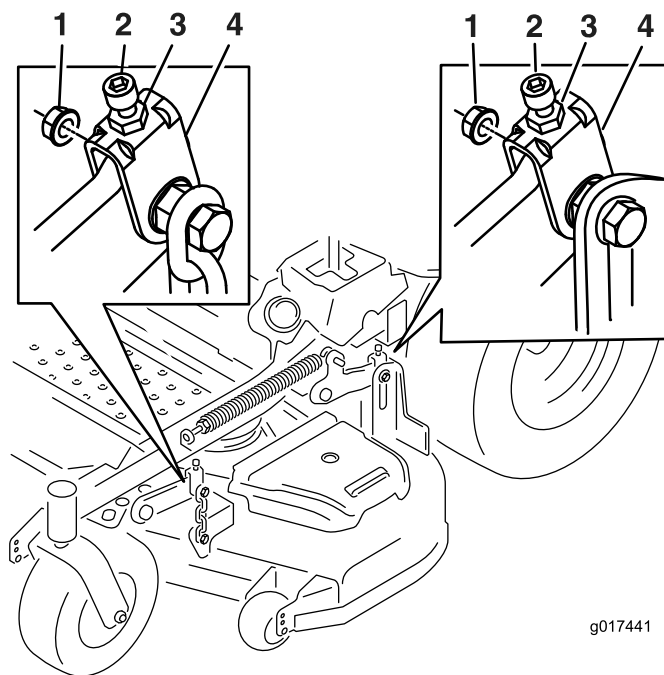

Figure 74
10. Le cas échéant, desserrez l'écrou Whizlock sur le côté de la chape et l'écrou de blocage sur le dessus (Figure 74).
17. Ajustez précisément la vis de réglage en la tournant jusqu'à obtention d'une hauteur de 8,3 mm (3/4 po) (Figure 74).